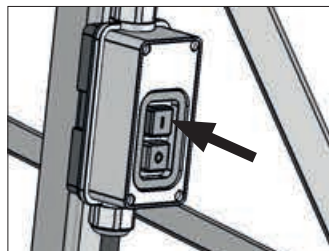

Fig. 08
Instale el triturador en un lugar seco, protegido de la intemperie y con piso regular. Verifique si el voltaje del triturador es acorde al voltaje de la red eléctrica. Conecte el cable eléctrico en el interruptor. Para prender el equipo, apriete el botón negro (I), que se encuentra en la parte lateral de la máquina. Para apagarlo, apriete el botón rojo (O) [Fig. 08].